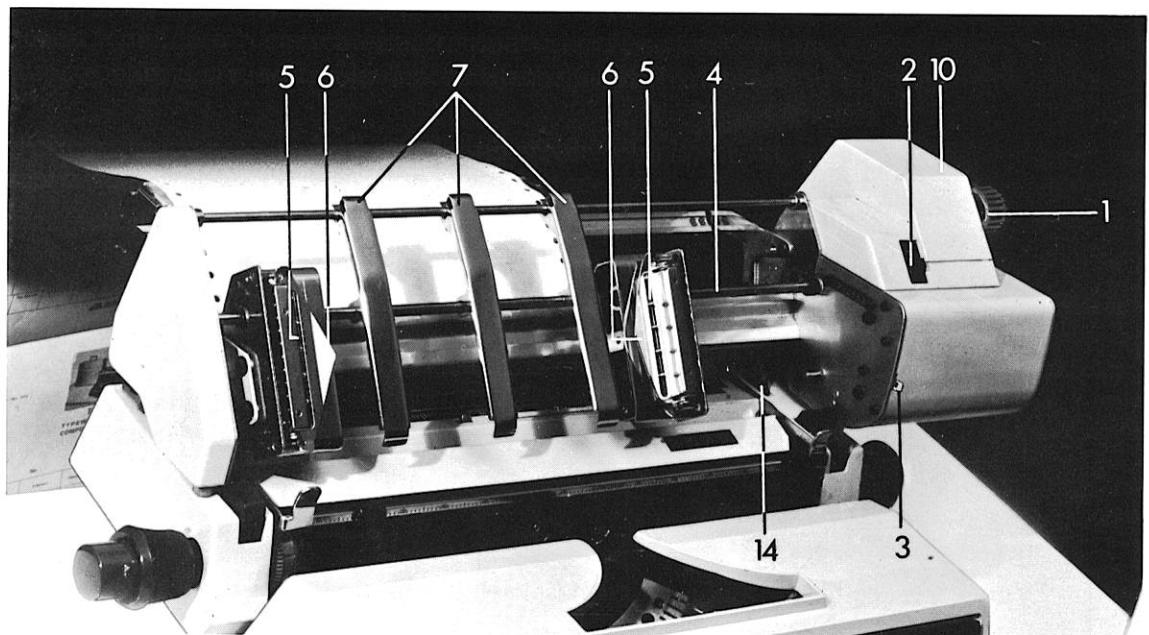

Abb. 10 EF-Einrichtung
Der **Antrieb** erfolgt durch einen programmgesteuerten Elektromotor, welcher über einen Zahnriemenantrieb eine Transportwelle (4) Abb. 10 bewegt, die den Stachelbandantrieb bewirkt. Die Transportsteuerung des Endlosformulares übernimmt ein Steuerstreifen (Lochstreifen).
Das Lösen der Reibkupplung erfolgt durch axialen Druck auf den außen rechts der EF-Mechanik befindlichen Drehknopf (1) Abb. 10 in Richtung Formular bis in Raststellung. Durch Drehen des Drehknopfes von Hand kann nun unabhängig vom Steuerstreifen das Formular bewegt werden. Durch Herausziehen des Drehknopfes bis in Raststellung wird die Verbindung zum Antriebsmotor wieder hergestellt.
Für den **Papiertransport** ist die EF mit einer Stacheltransporteinrichtung ausgerüstet, welche aus zwei parallel und zueinander synchron laufenden Stachelbändern, den Traktoren, besteht (5) Abb. 10.
4.9.2 Aufbau der EF (Abb. 10)
Drehknopf (1) Abb. 10
Schaltknopf für Motormagnet (3) Abb. 10
Traktoren (Stachelbänder) (5) Abb. 10
Führungsklappe (6) Abb. 10
Papierableiter (7) Abb. 10
- Führungsklappen (6) Abb. 10 aufklappen.
- Traktoren (5) Abb. 10 seitlich so verschieben, daß das Endlosformular auf den vorher abstandsgleich verschobenen Papierableitern (7) Abb. 10, sowie auf den Transportstacheln aufliegt und in gewünschter Schreibposition steht.
- Endlosformular in die Traktoren (5) Abb. 10 einlegen, so daß die Transportstacheln jeweils in die seitliche Formular-Lochanordnung eingreifen.
- Führungsklappen (6) Abb. 10 wieder zuklappen.
- Drehknopf (1) Abb. 10 in Formularrichtung axial eindrücken und durch manuelles Drehen (Uhrzeigersinn) **Grundstellungszeile** des Endlosformulares einstellen. Zweckmäßigerweise wird nicht das erste, sondern das **zweite Formular** zur Einstellung der **Grundzeile** verwendet.
Muß bei der Grundzeileneinstellung das Formular rückwärts bewegt werden, so ist das hineinlaufende Endlosformularteil leicht rückwärts zu ziehen, und gleichzeitig der eingedrückte Drehknopf (1) Abb. 10 (gegen Uhrzeigersinn) zu betätigen. Um eine genaue Zeileneinstellung zu erreichen, ist das Formular zunächst weiter als notwendig zurückzudrehen.
- Drehknopf (1) Abb. 10 wieder bis zum Rastpunkt herausziehen (axiale Richtung).